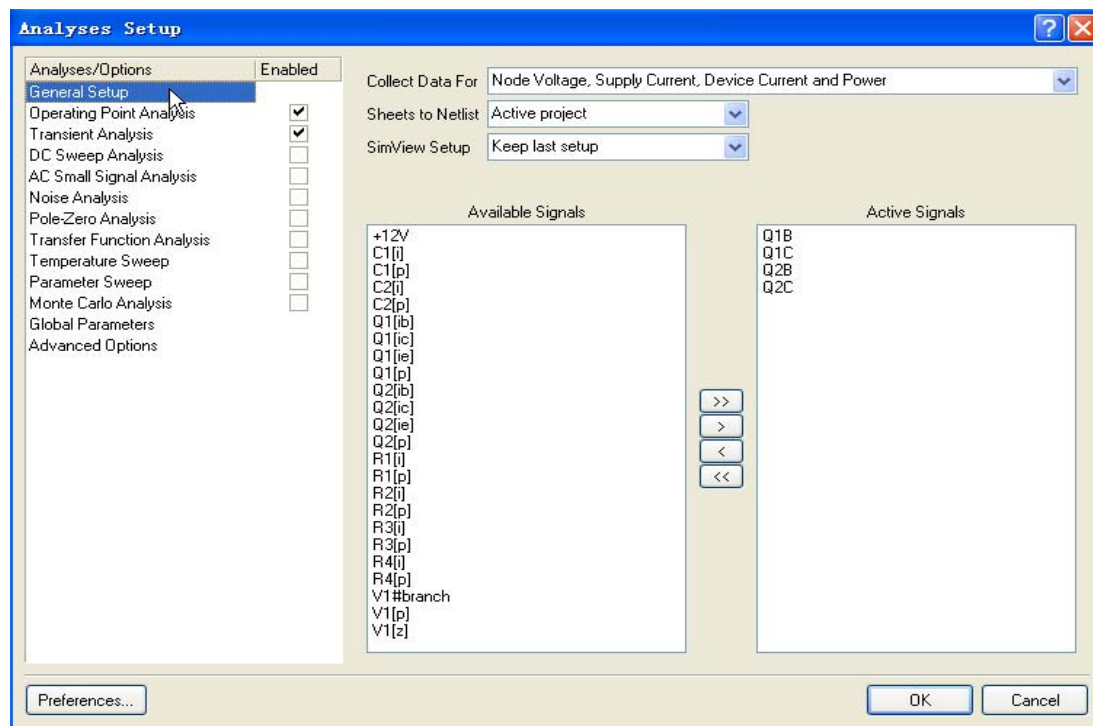

图13-23 仿真器一般参数设置
- 1.单击“”按钮，弹出13-23所示的对话框，分别双击Q1B、Q1C、Q2B、Q2C，把他们添加到Active Signals内，见图13-23。